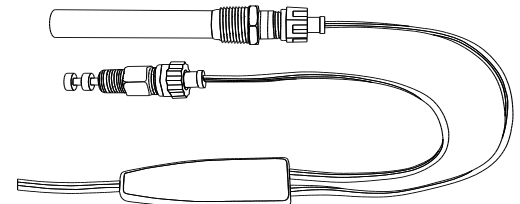

Abbildung 11. Für wetterfeste Ölheizungen und Thermostate sind Ersatzteile verfügbar, inklusive geraden Kabeln und Y-Kabeln.
Für wetterfeste Heizungen (mit dem Vorzeichen "OW-"), wie in *Abbildung 11* aufgeführt, sind die folgenden Ersatzteile verfügbar (separat erhältlich):
- Y-Kabel (mit Thermostat). *Siehe Abbildung 11.*